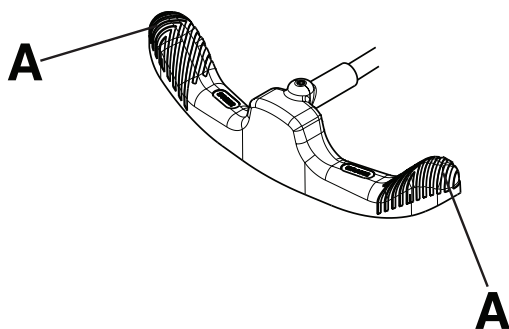

Figura 7 – Funcionamento do pedal de travagem/condução
Nota - Não carregue no centro do pedal de travagem/condução. Carregue sempre para baixo no lado exterior (A) do pedal de travagem/condução (Figura 7).